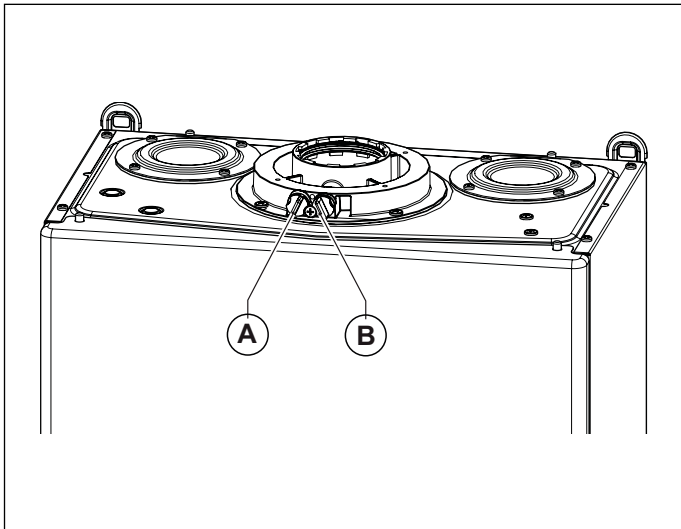
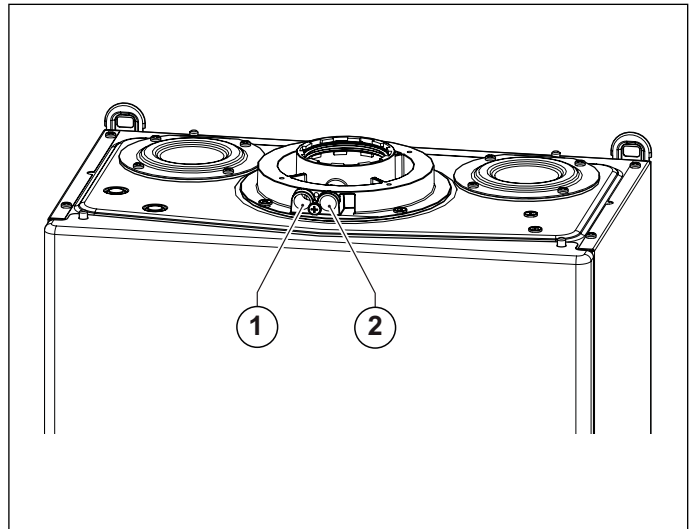

Рис. 17 Положення заглушок
Рис. 18 Положення отворів
На котлі є патрубок для підключення до системи забору повітря/димовідведення (дивись Рис. 17 Положення заглушок та Рис. 18 Положення отворів).
В патрубок передбачено два отвори для прямого доступу до повітря, що йде на згорання, та до димових газів (дивись Рис. 18 Положення отворів).
Для проведення вимірів необхідно зняти заглушки **A** та **B** з отворів на патрубок (дивись Рис. 17 Положення заглушок).
- замір температури повітря що йде на горіння **1** (дивись Рис. 18 Положення отворів).
- замір температури димових газів та вмісту CO₂ в спеціальному отворі **2** (дивись Рис. 18 Положення отворів).